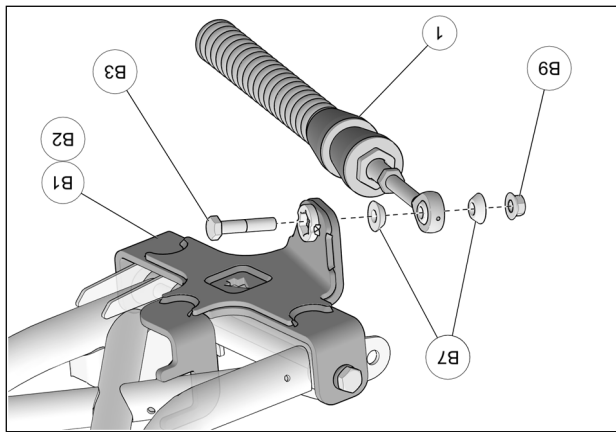

Fig. 10
11. Fixer le bras stabilisateur (1) à l'ancrage de l'autobloquant (B9). Serrer à un couple de 70 N•m [52 lb•pi]. Voir la Fig. 10